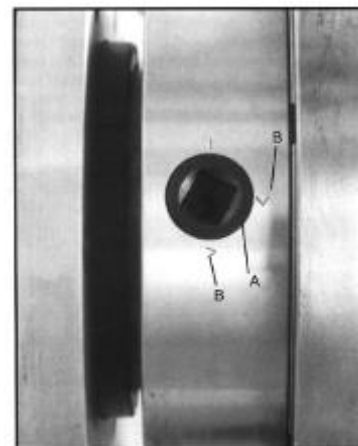

Рисунок 12
1. Придерживая патрон, поворачивайте последовательно шесть кулачковых затворов на $\frac{1}{4}$ оборота против часовой стрелки при помощи ключа для снятия зажимного патрона. Риска А должна совпасть с указательной риской I (рис.12).
5. Установите патрон на посадочное место на шпинделе. Зафиксируйте патрон, повернув кулачковые затворы на 1/4 оборота по часовой стрелке. Кулачковые затворы считаются плотно закрученными, если риска **A** находится между двумя указательными рисками **B** (рис.12).